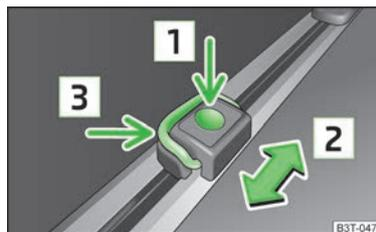

Abb. 77
- › Die Taste **1** » Abb. 77 drücken und die Verzurröse in die gewünschte Position in Pfeilrichtung **2** schieben.
- › Den Bügel **3** » Abb. 77 hochklappen und z. B. das Befestigungsnetz anbringen.